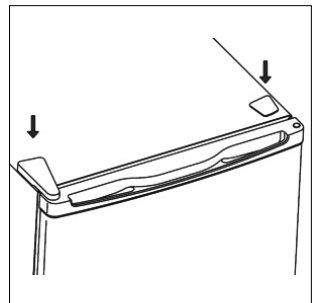

Abb. 13
- ▶ Setzen Sie die Scharnierabdeckung und die Schraubenabdeckung wieder auf (siehe **Abb. 13**).